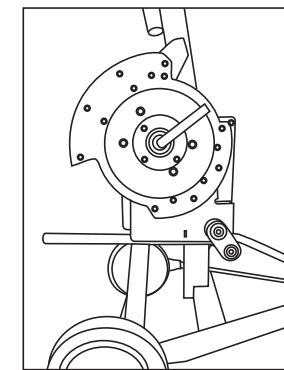

Fig. 4
- Antes de girar la zapata MBCCH-1250, gire el rodillo del conducto (3) hacia abajo y voltee el rodillo para permitir el acceso al rodillo inferior.
- Para girar la zapata MBCCH-1250, coloque el Receptor del asa (4) completamente hacia adelante y aplique presión al asa mientras gira manualmente la zapata hasta que el lado de 1" de la zapata quede hacia abajo (Fig. 4).
- Antes de girar la zapata MBCCH-1250, voltee el rodillo del conducto (3) para permitir el acceso al rodillo superior.
- Para cambiar de la zapata de plegado doble (1) de $\frac{3}{4}$ " al lado de 1" de la zapata de plegado doble (1) en RBCCH-1000.